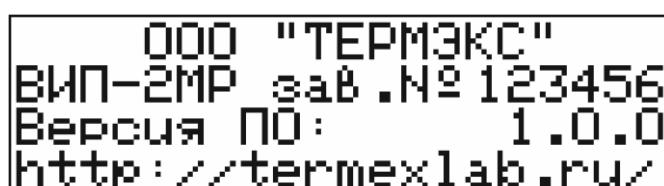

Рисунок 4 — Информация о приборе
2.2.2 При включении плотномера в течение нескольких секунд на дисплее отображается информация о приборе (рисунок 4): заводской номер и номер версии программного обеспечения (ПО). Для досрочного перехода к основному состоянию дисплея нажать **ESC**.